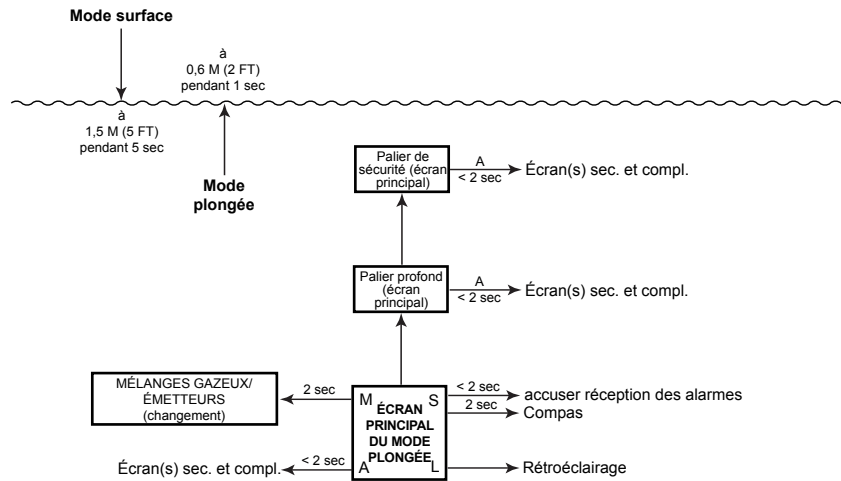

Fig. 61 - L'ÉMETTEUR NE RÉPOND PAS
- Indications TMT1 (2, 3, 4) et BATT GOOD (si connecté et => 2,75 v) ou BATT LOW (si connecté et < 2,75 v) ou NOT AVAIL (Fig.61) si l'émetteur ne répond pas.